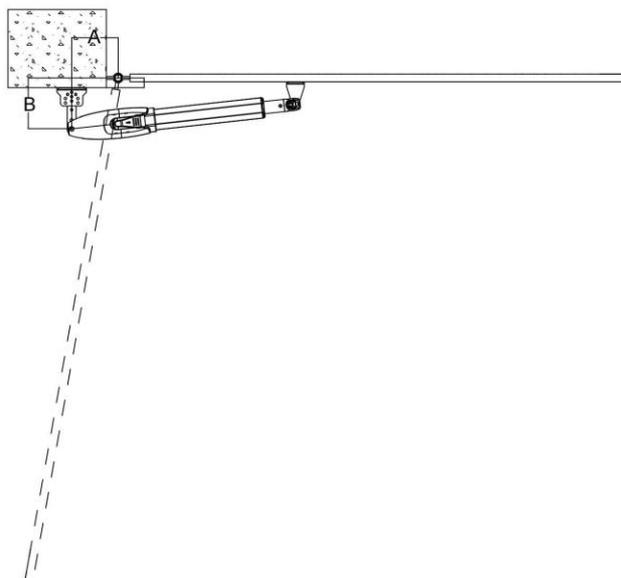

Figura 2
- Para permitir que os dois braços fechem na posição limite, instale o batente de portão de borracha fornecido na posição limite de fecho (conforme figura 2). Da mesma forma, quando o portão abrir para o interior, instale um batente de portão na posição limite de fecho (conforme figura 2).